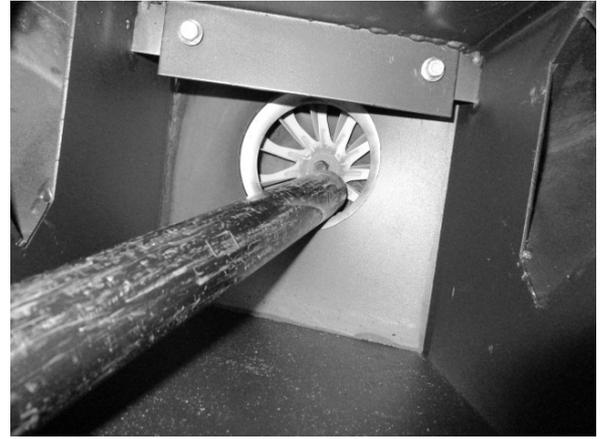

Fig. 40 - Asche absaugen
- Asche vom Rauchgasgebläse absaugen (siehe **Fig. 40**).